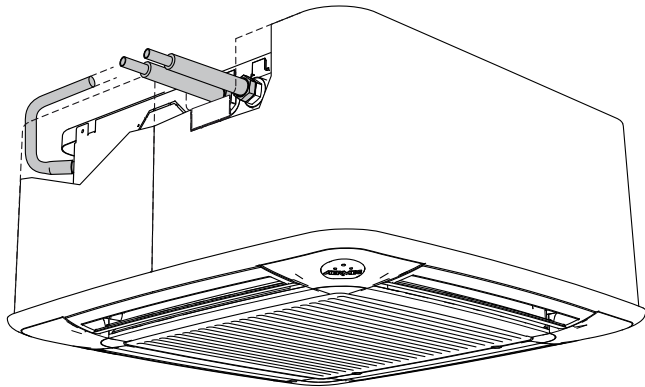

Fig. 4
- Applicare l'accessorio FCLMC10 all'unità cassette. Far combaciare i fori delle due staffe del mantello con i fori delle staffe del cassette, fissandole con le 4 viti (fornite a corredo) (fig.4).